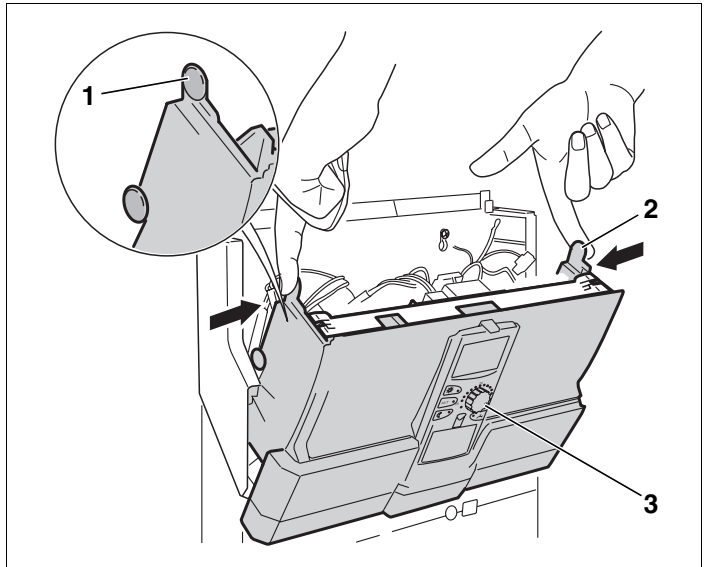

Fig. 3 Ribaltamento della parte anteriore dell'apparecchio
- Premere verso l'interno le due linguette (fig. 3, **pos. 1 e 2**) su entrambi i lati.
- Ribaltare in avanti la parte anteriore dell'apparecchio con il MEC 2 (fig. 3, **pos. 3**).